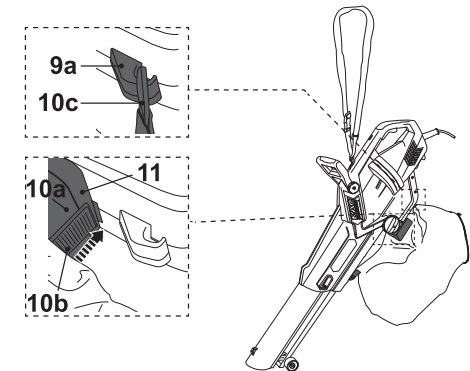

Fig. 5
- > Alinee el conector (10a) en la bolsa recolectora (10) con la boquilla de salida (11) e insértelo en su lugar. Asegúrese de que los cierres (10b) encajan en su lugar. (Fig. 5).
- > Fije el lazo de suspensión trasero (10c) al gancho trasero (9a) (Fig. 5)